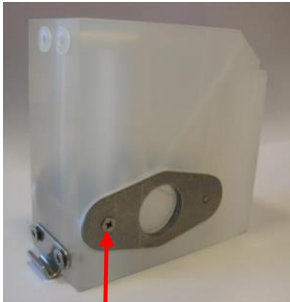

Abbildung 33
5. Lösen Sie die beiden Sichtscheibenhalter (siehe Abbildung 33).
11. Befestigen Sie die Sichtscheiben mit den Sichtscheibenhaltern (siehe Abbildung 33).